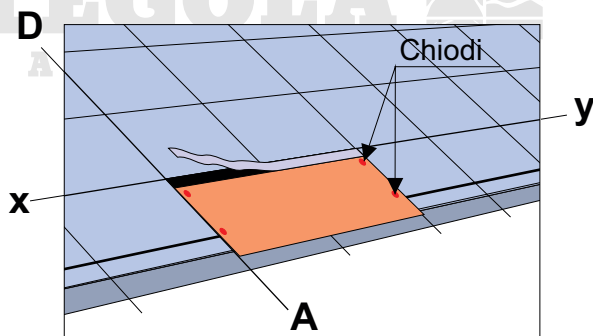
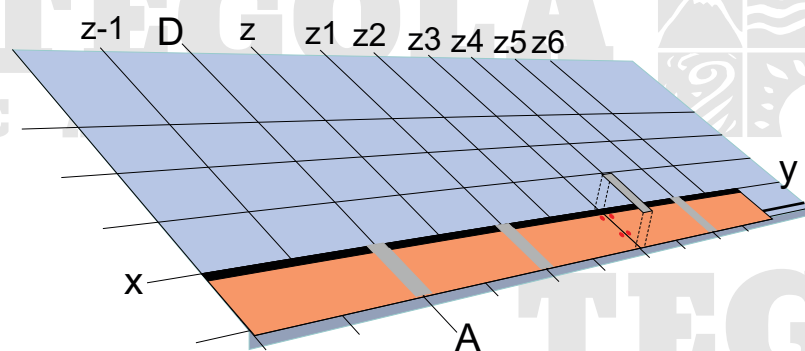
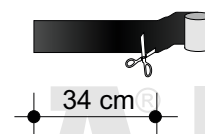

Fig. 4 - Posa della prima tegola Compact
Fig. 6 - Applicazione del Compact Strip
Fig. 7 - Taglio del "Compact Strip"
- La posa della prima fila di tegole inizia allineando la tegola mod. Compact alla linea AD (fig. 4) e chiodare come in figura 5;
- Prima di procedere con la posa della seconda fila di tegole togliere la protezione della fascia autoadesiva (fig. 4), e, preparati dei pezzi da 34 cm di "Compact Strip" (fig.7), applicarli al centro sulla giunzione tra le tegole (fig.6). Il "Compact Strip" deve aderire bene alla tegola, se necessario fare pressione con le mani. Lo strato superiore ed antiaderente del "Compact Strip" non deve essere tolto.